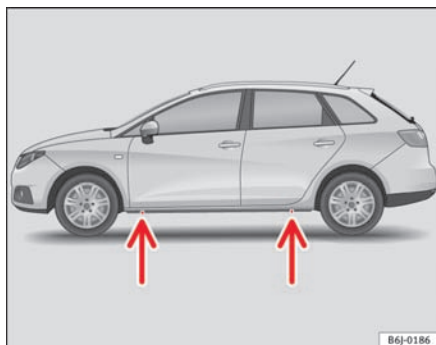

Fig. 133 Løftepunkter til donkraften
- Find det løftepunkt på panelet, der er tættest på det hjul, der skal skiftes ⇒ fig. 133.
Panelet er trykket lidt ind forrest og bagest, der hvor donkraften må sættes på ⇒ fig. 133. Der er et sted for hvert hjul. Donkraften må ikke sættes på andre steder.